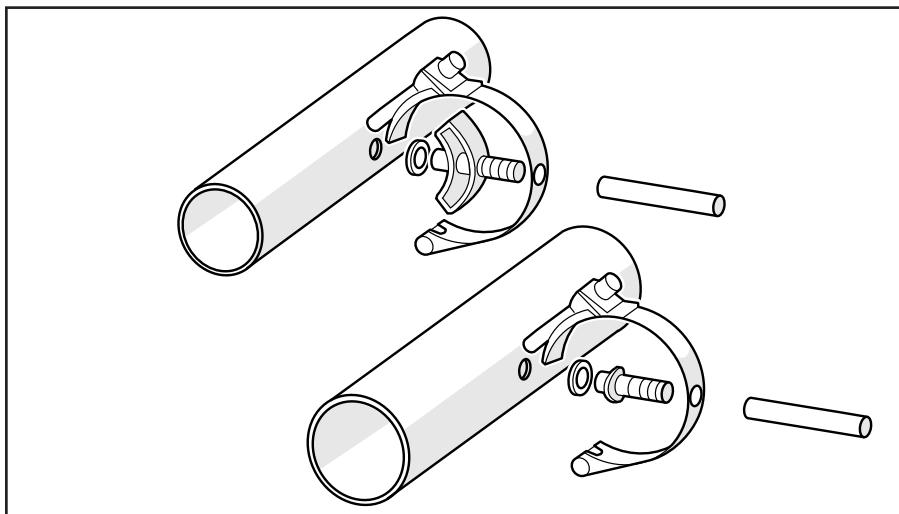

Figure 6. Quincaillerie de raccordement
14. Placer un joint d'étanchéité sur le côté conduite du mamelon et passer le mamelon dans le trou de la bride de conduite (Figure 6).
18. Placer un joint d'étanchéité sur le côté conduite du mamelon et passer le mamelon dans le trou de la bride de conduite (Figure 6).